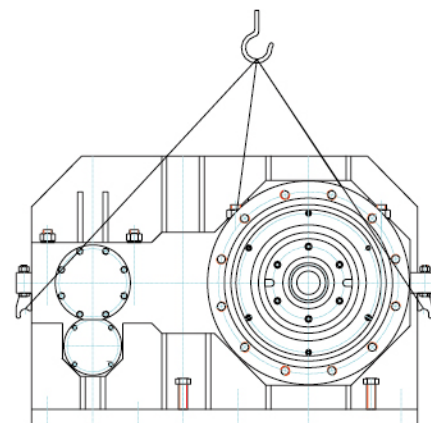

图1 起吊示意图
- 起吊时注意起吊位置，按照图1进行平稳起吊，并注意轻吊轻放。